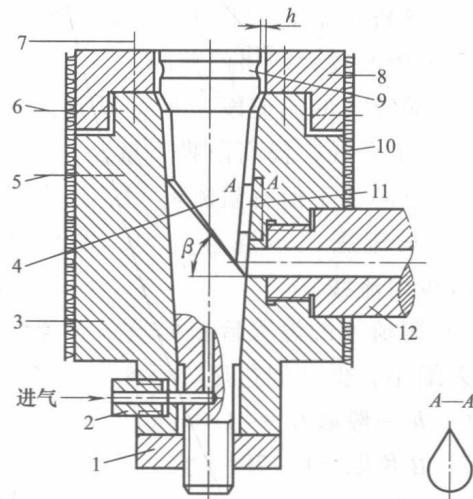

图 1-1 直角式芯棒平吹膜机头
## 1. 直角式芯棒平吹膜机头（图 1-1）
8) 阻流埂的形状参照图 1-1 中 A—A 视图。